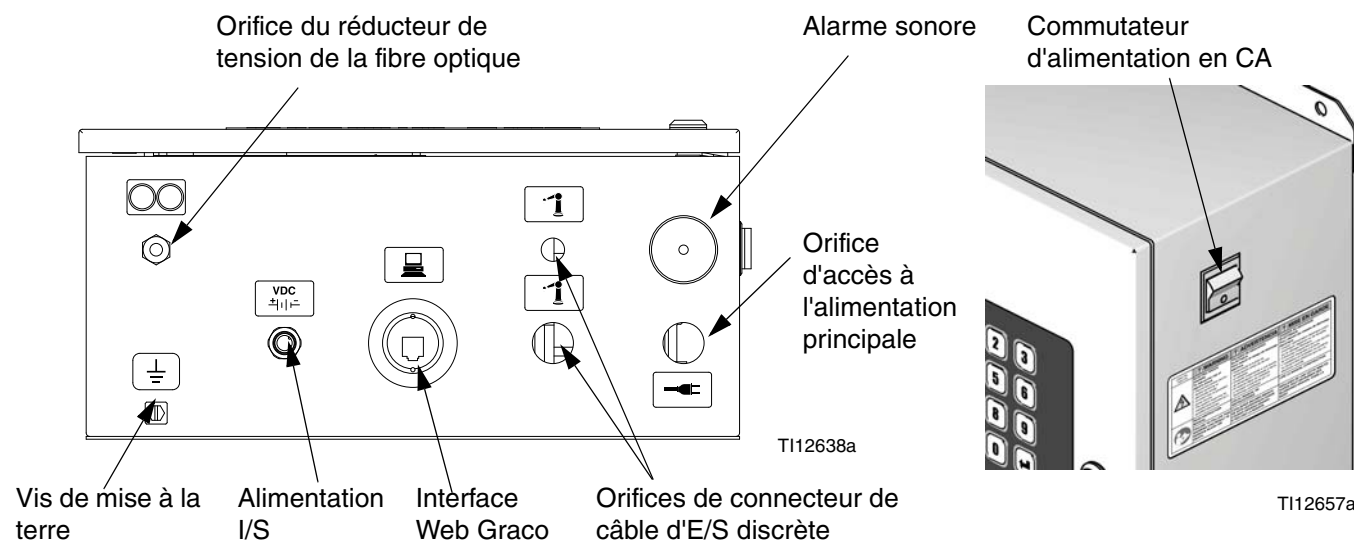

FIG. 13 : EasyKey Raccords et commutateur d'alimentation en CA
- Le diamètre du port d'accès d'entrée d'alimentation  est de 22,4 mm (0,88 po.). Il accepte un raccord de réducteur de tension passe-cloison ou une gaine de câbles. Consultez FIG. 13.
1. Alimenter en courant le EasyKey. Installez un protecteur réducteur de tension ou un protecteur du tube du port de EasyKey.  . Consultez FIG. 13.
1. Branchez une extrémité du câble d'alimentation électrique de la station de fluides au connecteur EasyKey $\pm \begin{matrix} \text{VDC} \\ | \\ \text{---} \end{matrix}$. Consultez FIG. 13.
3. Le câble à fibres optiques a été attaché en usine sur le connecteur de la station de fluides . Consultez FIG. 13.